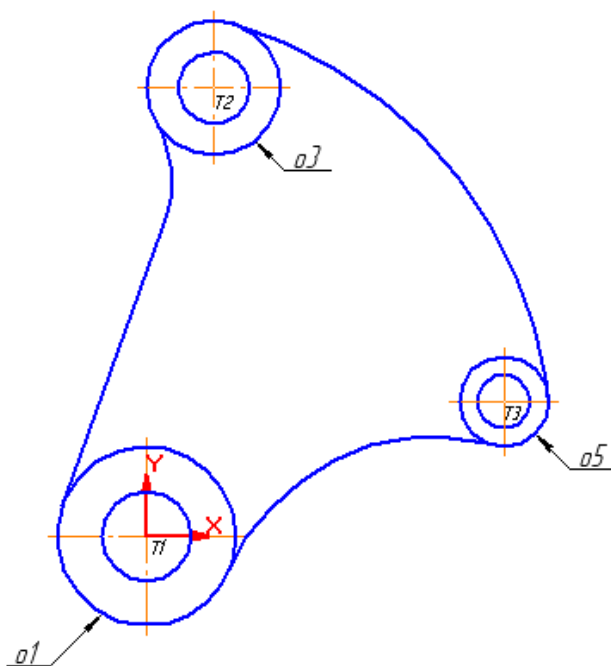

Рисунок 10
У полі **Радіус** вводиться значення 100 мм і курсором вказуються відповідні кола – o3 і o5 (рисунок 10).
16. Побудова спряження кіл o1 і o5 радіусом 50 мм будується аналогічно попередньому (див. рисунок 10).